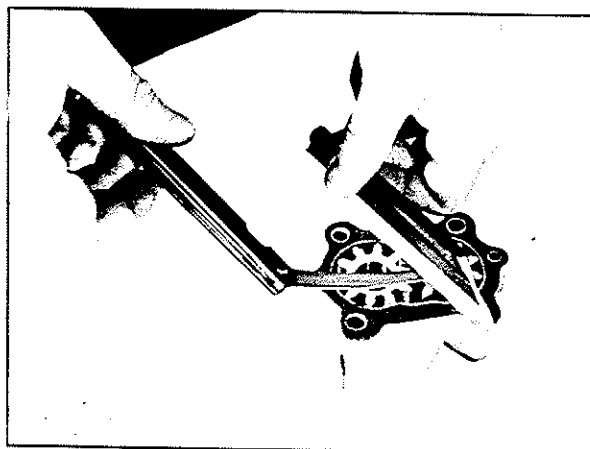

BILD 72 : Messen des Axialspiels
2. Zahnluft der Ölpumpenzahnräder kontrollieren (Bild 72). Bei Überschreiten des zulässigen Verschleißes die Zahnräder erneuern. (Zahnspiel 0,15 - max 0,2 mm)